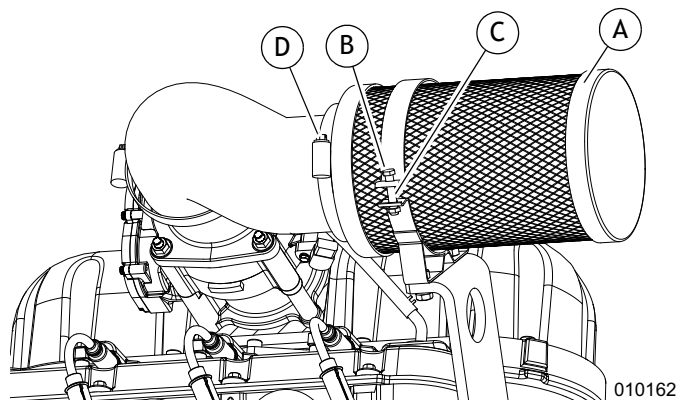

Рисунок 5-13. Крышка воздухоочистителя и сменный фильтрующий элемент
1. См. Рисунок 5-13. Демонтируйте гайку (В) и болт (С) со скобы воздушного фильтра и ослабьте скобу колена (D) для освобождения воздухоочистителя.